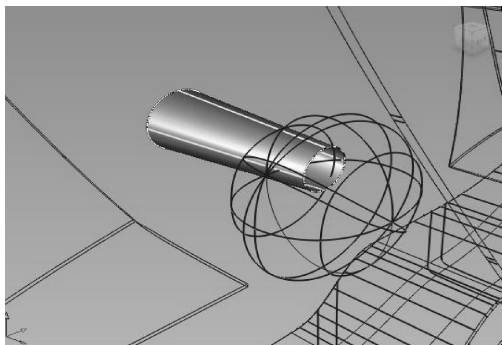
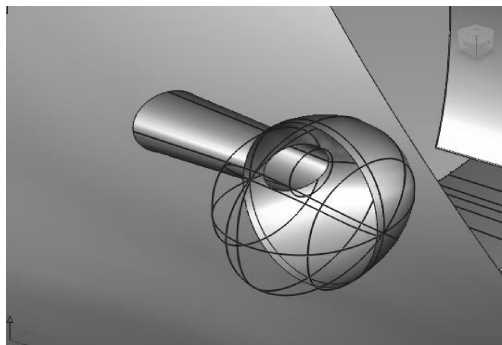

图 10-88 生成曲面
图 10-89 修剪曲面
- 07 然后选择【Skin】工具, 生成如图 10-88 所示曲面, 最后利用【Project】工具, 【Intersect】工具和【Trim】工具修剪曲面, 如图 10-89 所示。